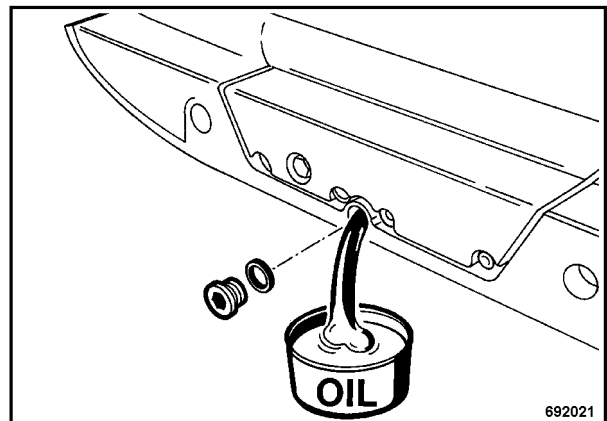

Fig. 3
- Desenroscar el tapón de descarga (Fig. 3), dejar salir el aceite viejo y recogerlo.